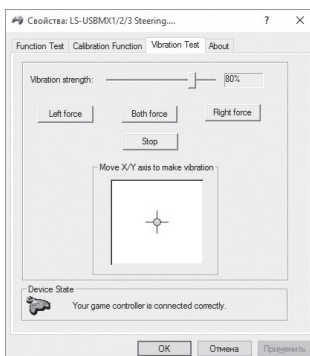

Рис. 11
- Во вкладке «Vibration Test» можно проверить работу обоих вибромоторов вместе, нажимая кнопку «Both force»; или поотдельности, нажимая кнопки «Left force» и «Right force» (рис. 11). Для остановки теста нужно нажать кнопку «Stop». Передвигая курсор в строке «Vibration strength» мы можем увеличить или уменьшить силу виброотдачи. Для сохранения настроек необходимо нажать «Применить» или «ОК» в нижней строке этого окна.